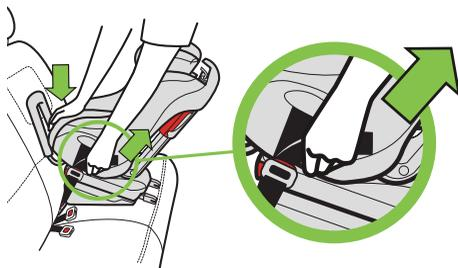

Figure 51
- Appuyez au centre du siège d'auto pour faire baisser le coussin du siège du véhicule et tirez l'extrémité libre de la ceinture d'ancrage DUA pour la serrer, tel qu'illustré dans la **Figure 51**.